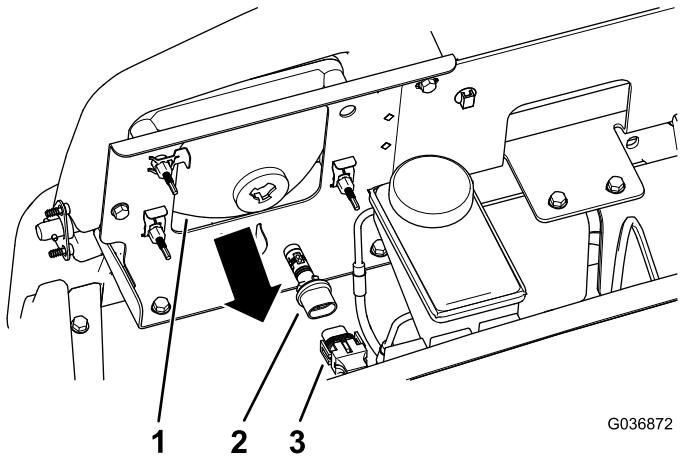

Figura 35
3. Desconecte el conector eléctrico del arnés de cables del conector de la lámpara, en la parte trasera de la carcasa del faro (Figura 35).
4. Retire el conjunto de la lámpara girándola $\frac{1}{4}$ de vuelta en sentido antihorario y desplazándola hacia atrás (Figura 35).
5. Instale el conjunto de lámpara nueva y la carcasa del faro y alinee las pestañas del conjunto de la lámpara con las ranuras de la carcasa del faro (Figura 35).
6. Sujete el conjunto de la lámpara girándola $\frac{1}{4}$ de vuelta en sentido antihorario (Figura 35).
7. Conecte el conector eléctrico del arnés de cables al conector del conjunto de la lámpara nueva (Figura 35).